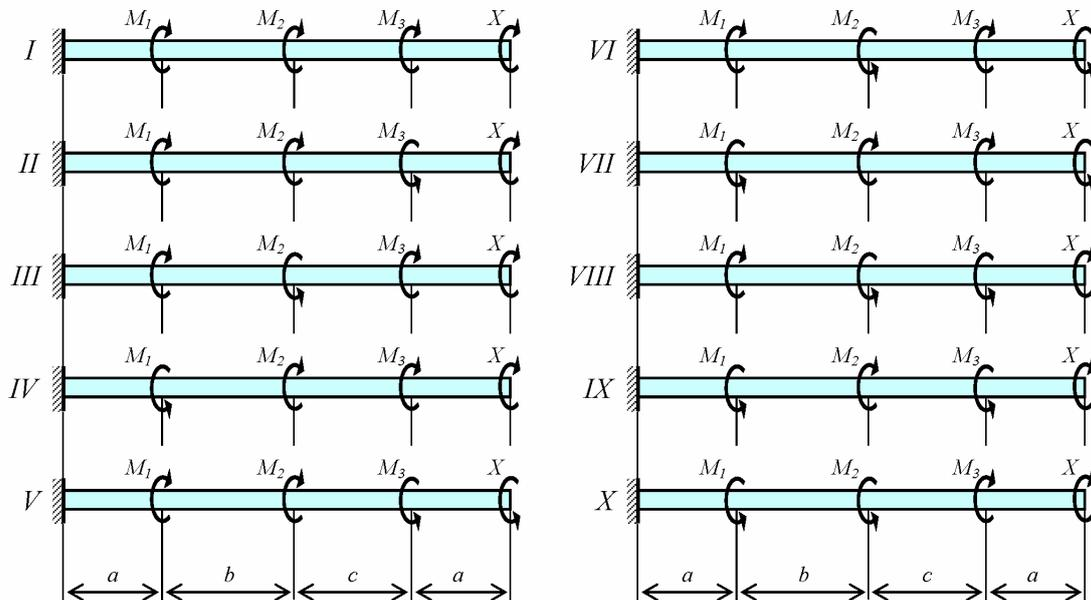

Рис. 2
- Задача 2.** К стальному валу приложены три известных момента: M_1 , M_2 , M_3 (рис. 2). Требуется: